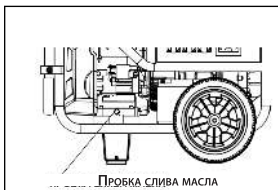

рис.16
- Найдите месторасположение маслосливной пробки (рис.16).